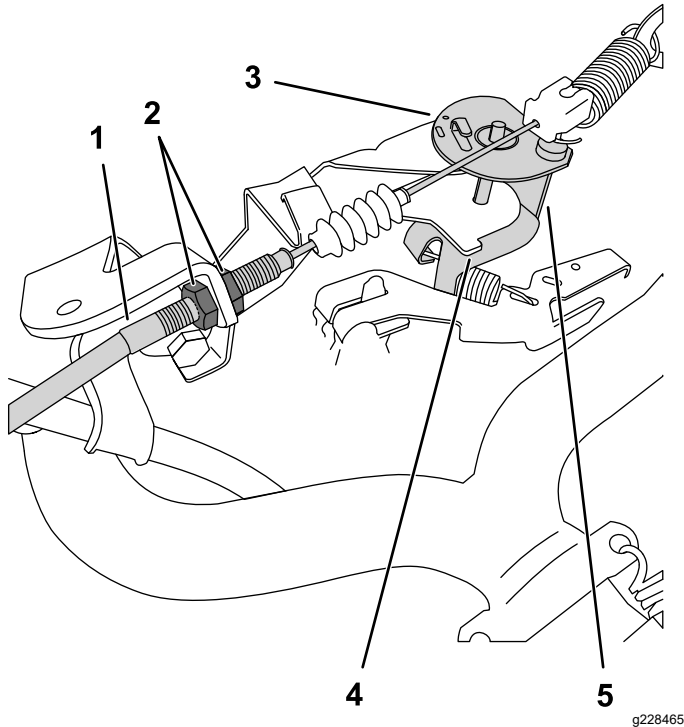

Figura 39
- En el cable del acelerador, afloje la contratuerca delantera y apriete la contratuerca trasera para aumentar el ralentí bajo (Figura 39).